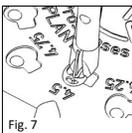
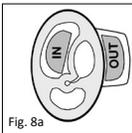

Fig. 7
Fig. 8a
■ **fig. 7/8** Para fechar a placa de topo, deve ser usada a pequena pinça de fecho de titânio (REF 8000 137)! Com a pinça de fecho (REF 8000 137) endireita-se o estribo dentro da placa de cobertura da prótese, fixando-se assim a placa de cobertura na haste da prótese (fig. 7). Ao fazer isto, deve prestar-se atenção para que a maxila correcta da pinça de fecho assente na posição correspondente da placa de cobertura da prótese. "INSIDE" corresponde ao lado interior da placa de cobertura e "OUTSIDE" ao lado exterior (fig. 8a, 8b).
■ **Рис.7/8** Фиксирование головной пластины на стержне протеза надо производить титановыми замыкающими щипчиками (REF 8000 137)! Замыкающими щипчиками (REF 8000 137) скоба внутри поперечины протеза устанавливается перпендикулярно, таким образом поперечина фиксируется на стержне протеза (Рис. 7). При этом следует следить за тем, чтобы соответствующая сторона ножки замыкающих щипчиков совпадала с соответствующим участком поперечины протеза. „INSIDE“ для внутренней стороны поперечины и „OUTSIDE“ для внешней стороны поперечины (Рис. 8а, 8б).